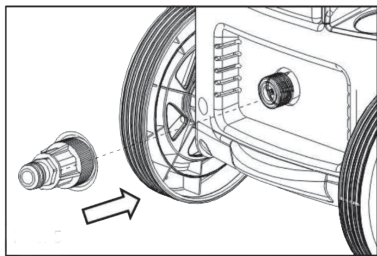

Рис. 5
6. Установите на штуцер для всасывающего шланга переходник со встроенным фильтром очистки воды (рис. 5).